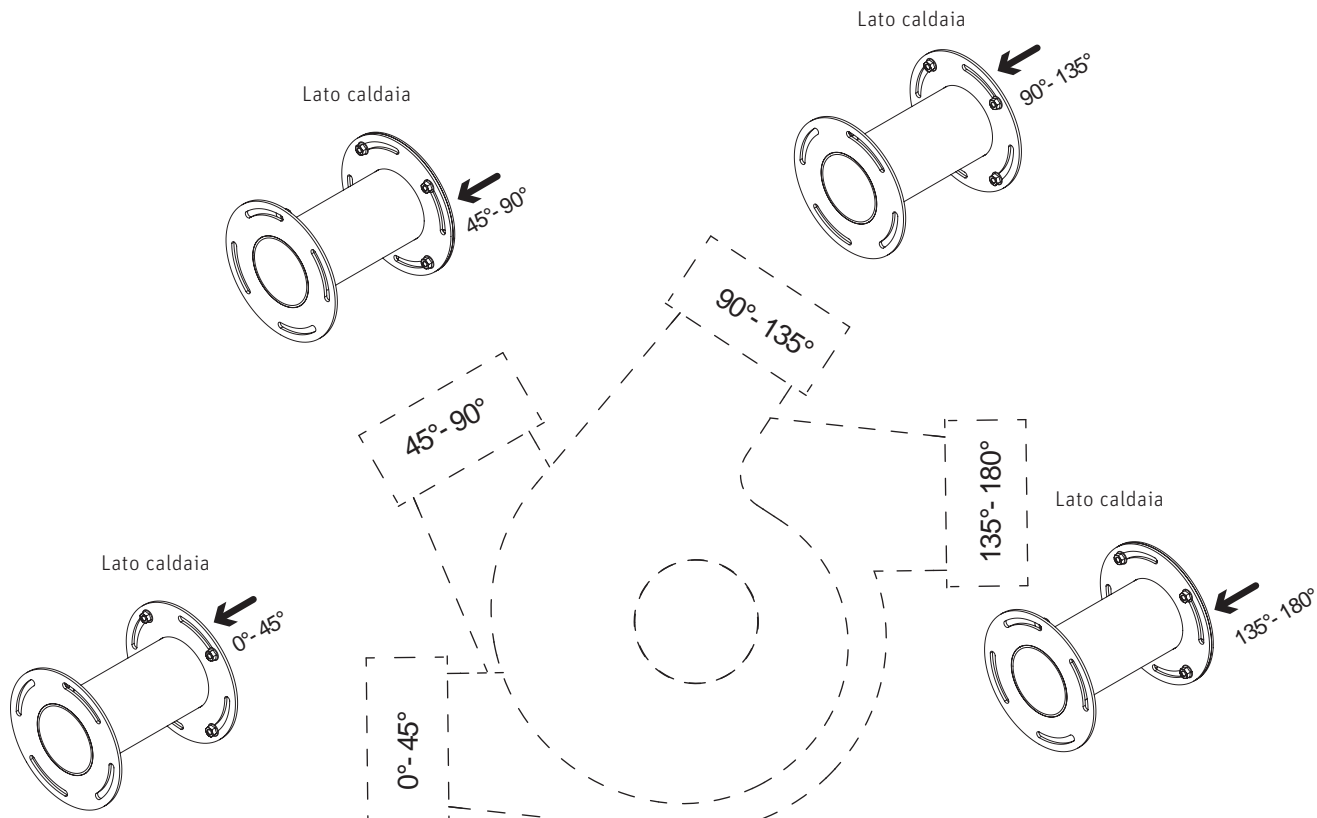
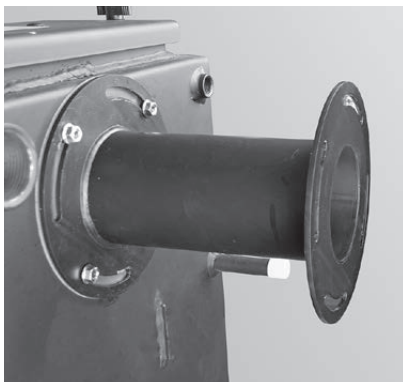

Fig. 12 Montaggio dell'adattatore in base all'angolazione del raccordo gas combusti
Fig. 13 Adattatore sulla caldaia (accessorio)
Con l'adattatore (accessorio) l'alloggiamento del ventilatore viene spostato al di fuori del rivestimento – Fig. 9. Il raccordo gas combusti è regolabile in continuo da sinistra a destra – Fig. 12.
- A seconda dell'angolazione desiderata per il raccordo gas combusti, avvitare saldamente l'adattatore con posizione asola alla caldaia come in Fig. 12 con la guarnizione e 4 dadi M8 – Fig. 13.